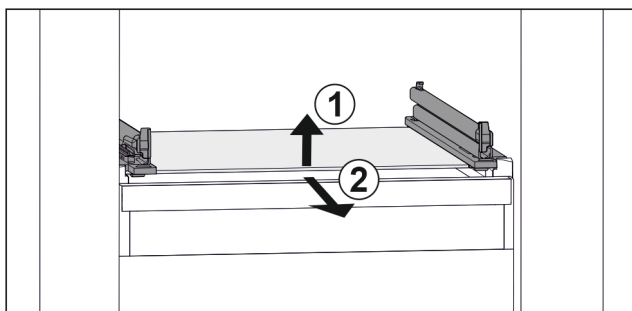

Fig. 106 Exempel på glashylla
- Lyft glashylla fram till. Fig. 106 (1)
- Ta ut glashylla framåt. Fig. 106 (2)